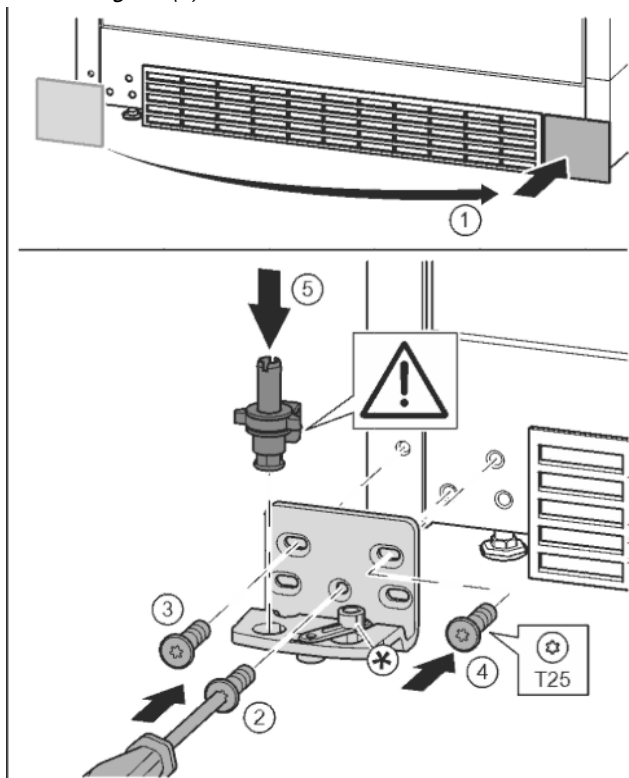

Fig. 15
- ▶ Zdjąć osłonę i założyć z drugiej strony. Fig. 15 (1)
- ▶ Płytkę zawiasu założyć z drugiej strony i przykręcić przy pomocy śrubokręta T25. Rozpocząć śruby 2 dolnej umieszczonej na środku. Fig. 15 (2)
- ▶ Dokręcić śruby 3 i 4. Fig. 15 (3, 4)
- ▶ Założyć cały sworzeń płytki zawiasu. Przy tym zwrócić uwagę, by krzywka zatrzaskowa wskazywała do tyłu. Fig. 15 (5)